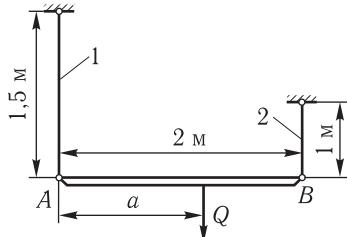

Рис. 2.14
**2.27.** Жорсткий брус  $AB$ , деформацією яко-го можна знехтувати, підвішено на тягах 1 і 2 круглого перерізу (рис. 2.14). Тяга 1 сталева діаметром 20 мм, тяга 2 мідна діаметром 25 мм. На якій відстані  $a$  від вузла  $A$  потрібно підвісити вантаж  $Q$ , щоб після деформації бруса  $AB$  залишився горизонтальним? Які будуть напруження в тягах, якщо  $Q = 30$  кН?